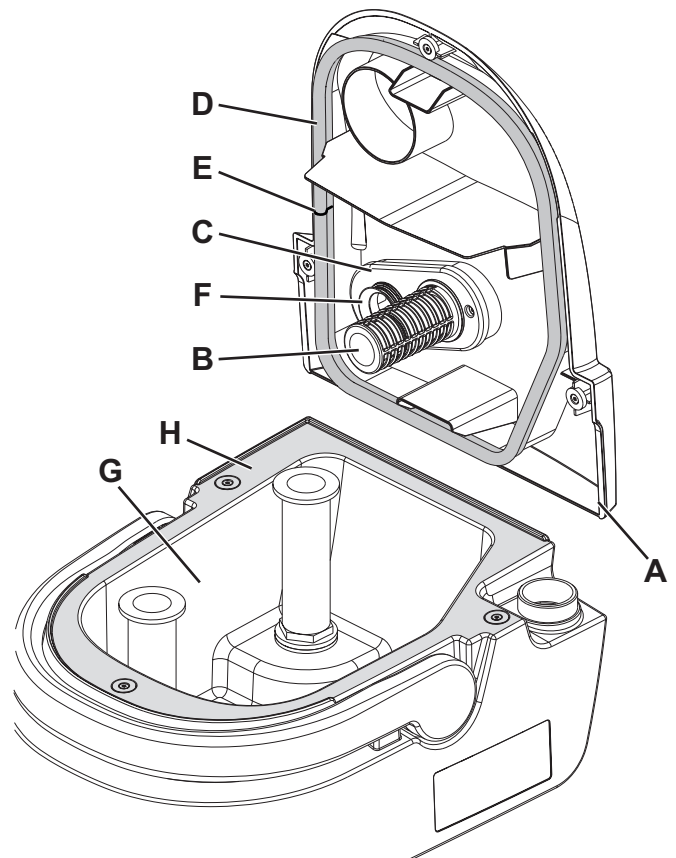

Abbildung 11
1. Das Tankfach (13) mithilfe des Griffs (15) aus dem Gerätegehäuse heben.
2. Deckel (A, Abb. 11) abnehmen und mit warmem Wasser und Reinigungsmittel reinigen.
3. Das Ansauggitter (B) mit dem Schwimmer demontieren und sorgfältig reinigen.
4. Sofern erforderlich das Gehäuse (C) demontieren, sorgfältig reinigen und wieder einbauen.
5. Auf die Unversehrtheit der Deckeldichtung (D) des Schmutzwassertanks prüfen.